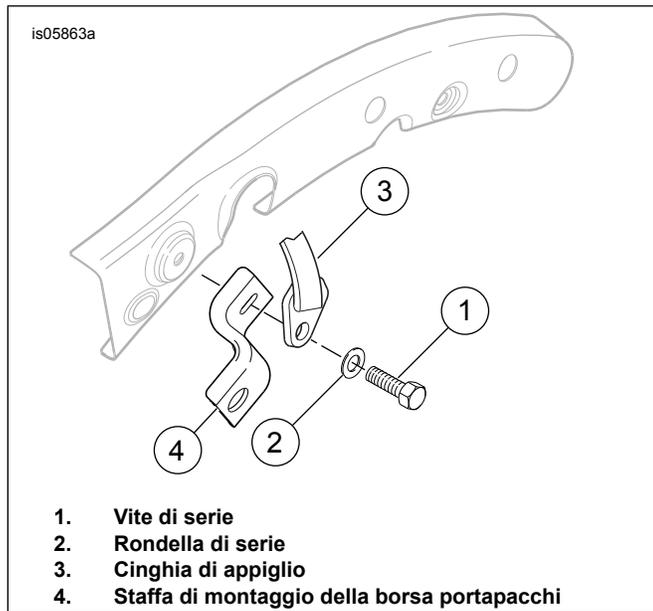

Figura 1. Rimozione ed installazione della cinghia di appiglio
1. Vedere Figura 1. Fissare la nuova cinghia di appiglio al lato sinistro del veicolo montando sul veicolo la staffa di montaggio anteriore della borsa portapacchi e il bullone con lo stesso orientamento in cui erano al momento della rimozione. Serrare il bullone quanto basta per tenere a posto il gruppo.